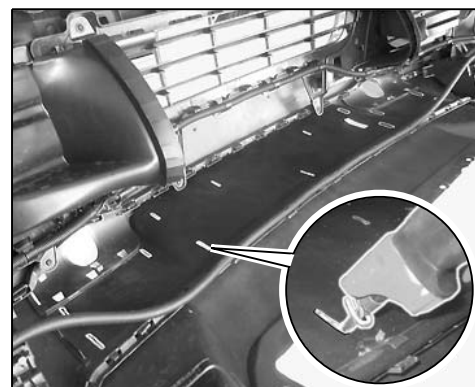

Рис. 6
- 2.1.3 Просверлить продольные отверстия сверлом $\varnothing$ 6 мм, затем осторожно обработать с помощью кузовной пилы $\Rightarrow$ Рис. 6 -лупа-.